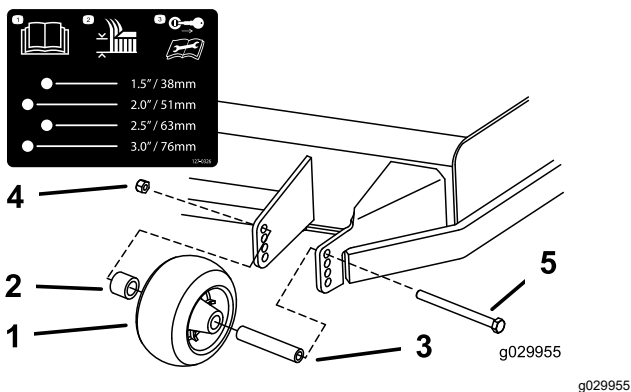

Figure 28
3. Réglez les galets anti-scalp comme montré à la Figure 28.